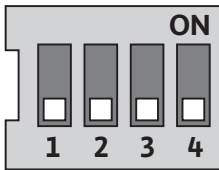

Fig. 29: DIP-bryter
DIP-bryteren (fig. 9, pos. 6/fig. 29) befinner seg under husdekslet.